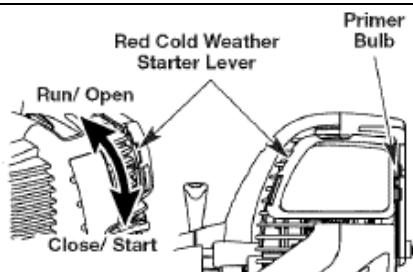

Рис. 10
некоторое количество топлива (Рис. 10). Если видимых признаков появления топлива кнопке не наблюдается, выжмите ее еще несколько раз.
3. Полностью выжмите и отпустите кнопку подкачки топлива 10 раз. В кнопку должно попасть некоторое количество топлива (Рис. 10). Если видимых признаков появления топлива в кнопке не наблюдается, выжмите ее еще несколько раз.